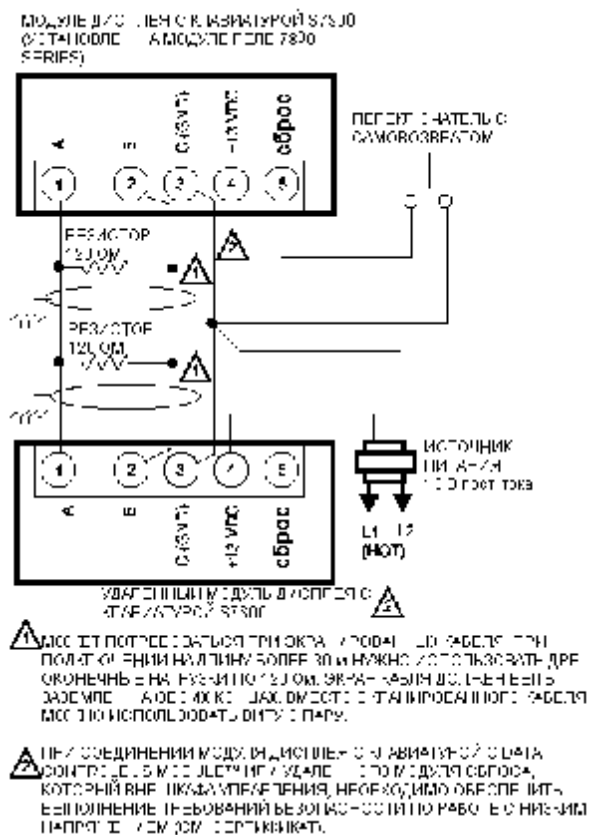

Рис. 5. Подсоединение нескольких модулей дисплея с клавиатурой.
- б. Подключите провода от удаленных устройств к Модулю дисплея с клавиатурой как показано на Рис. 5 и 6 или в Спецификации Модуля дисплея с клавиатурой (65-0166), DATA CONTROLBUS MODULE™ (65-0091) или Удлинителя кабеля (65-0131).
- ⌋ Вся проводка должна соответствовать нормам, указаниям и правилам работы с электрооборудованием. Модуль дисплея с клавиатурой, DATA CONTROLBUS MODULE™ (для удаленного монтажа) или Модуль удаленного сброса (для удаленного сброса) должны соединяться цепочкой (1(a)-1(a), 2(b)-2(b), 3(c)-3(c)). Перечисленные устройства могут подключаться в произвольном порядке. При длине соединения свыше 30 м устройства на концах цепочки должны иметь оконечную нагрузку 120 Ом (1/4 Вт минимум) между клеммами 1и 2, см. Рис. 5 и 6.